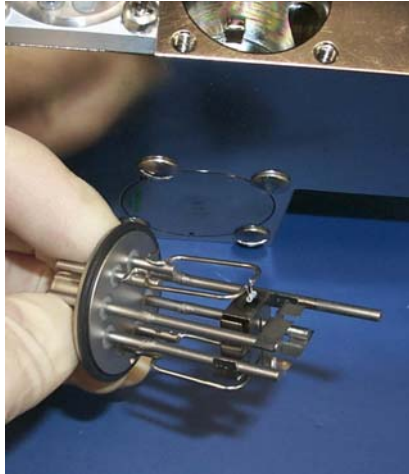
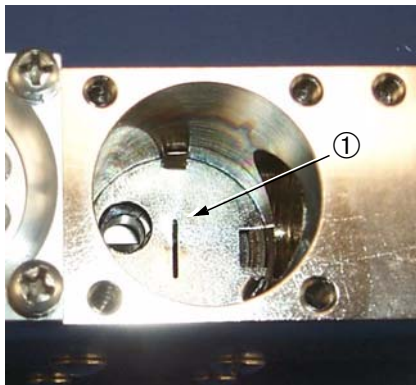

Abbildung 4-13 Die Ionenquelle
Abbildung 4-14 Ionenquellenschacht
- Überprüfen Sie die Ionenquelle (Abbildung 4-13) und den Schacht (Abbildung 4-14) auf Ablagerungen und Verfärbung. Entsorgen Sie nach der Überprüfung die Ionenquelle ordnungsgemäß oder schicken Sie sie zum Austausch an Vacuum Technologies.
- Im Ionenquellenschacht (Abbildung 4-14) sehen Sie die Bodenschlitzplatte ①.
8. Überprüfen Sie die Ionenquelle (Abbildung 4-13 auf Seite 4-15) und den Schacht auf Ablagerungen und Verfärbung. Ist eines der Teile verfärbt oder verunreinigt, wenden Sie sich unter 1-800-8VARIAN an den Kundendienst von Vacuum Technologies.